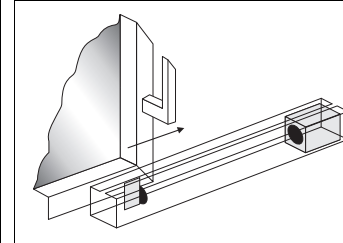

Abb. 4: Beispiel für Schutz gegen Umgehen eines Magnetischen Sicherheitsschalters gemäß EN 1088
- sie für Bedienpersonal bei geöffneter Schutzrichtung schwer zugänglich sind (Abb. 4),